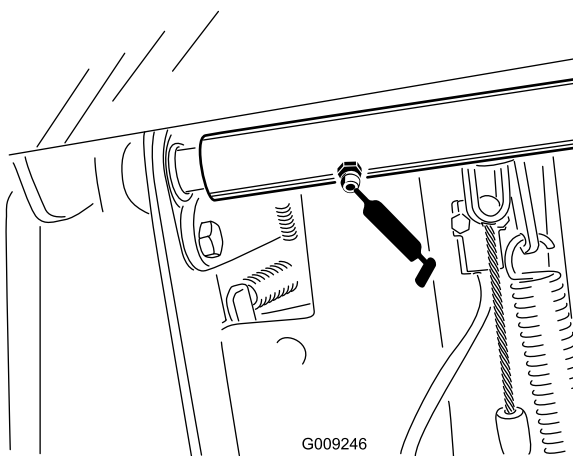

Figure 53
- Roulements d'axes de pivots de freins (1) (Figure 53)